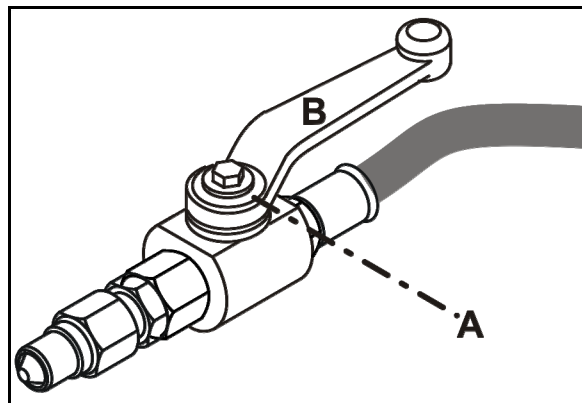

Fig. 53
Robinet de blocare la furtunul hidraulic (Fig. 53):
2. Asigurați roata în contact cu solul cu lanțul (Fig. 53/2) și șplintul (Fig. 53/3).